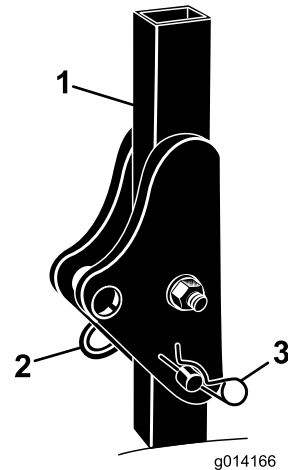

图5
1. 从翻车保护杆上卸下 2 个发卡销和 2 个柱销图5。
2. 将翻车保护杆升起直到直立位置并用 2 个柱销和 2 个发卡销固定图5。